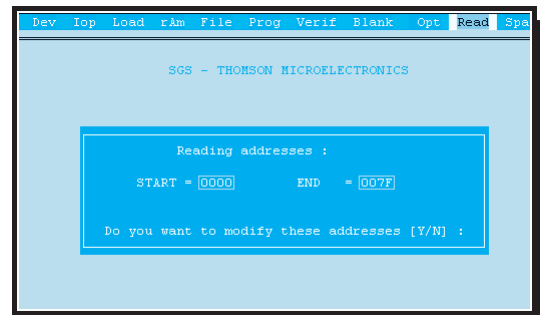
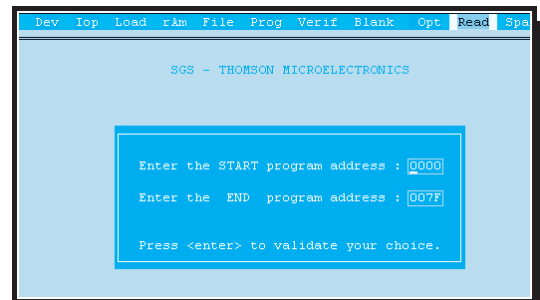

Fig.14 Portate il cursore sulla finestra in alto con scritto READ poi pigiate Y.
Fig.15 Quando apparirà questa finestra pigiate 2 volte di seguito il tasto Enter.
– Per vedere il contenuto della **EEPROM** andate sulla scritta **Read** poi digitate **Y** (vedi fig.14) e nella finestra che appare (vedi fig.15) pigiate Enter **due volte**.